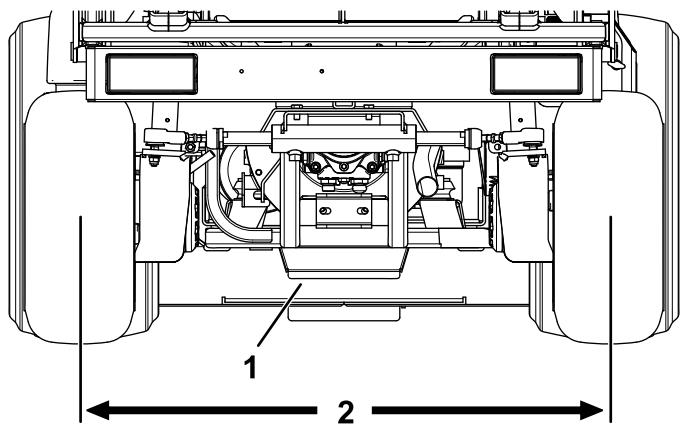

Figura 83
2. Ajuste ambas as barras transversais até que distância centro a centro à frente e atrás das rodas traseiras seja a mesma (Figura 83).